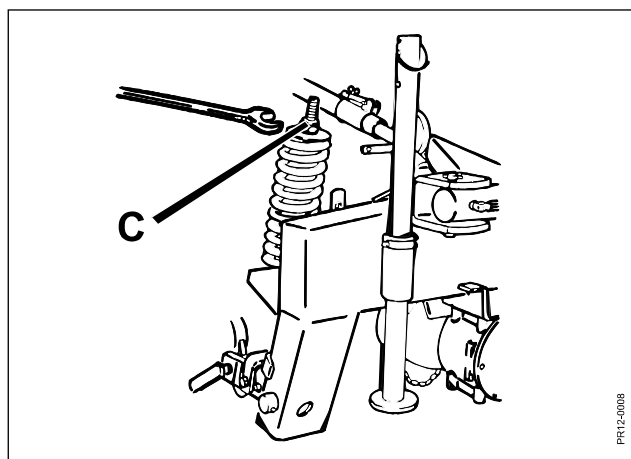

Fig. 2-16
- Fig. 2-16** 11) Aflastningsfjederen justeres til den ønskede aflastning ved spindelen **C**. JF-